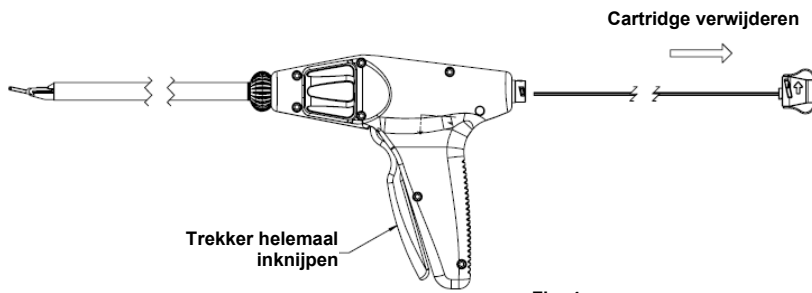

Fig. 4
1. Verwijder de disposable clipcartridge door de trekker helemaal tegen het handstuk te drukken (zie fig. 4). Als niet alle clips geplaatst zijn, wordt er een clip in de kaken geplaatst en vrijgegeven wanneer u in het handvat knijpt en de cartridge verwijderd. In dat geval dient de clip uit de kaken te worden afgevuurd op een laken of vergelijkbaar artikel zodat de verontreinigde clip niet op de grond valt, aan de kaken blijft hangen of in de schacht van het instrument belandt, waardoor het instrument vast zou kunnen lopen of een veiligheidsrisico vormt. (Deze stap is een waarschuwing voor de stappen onder 'Reiniging en sterilisatie'.) Microline is niet aansprakelijk voor schade die ontstaat als gevolg van het negeren van deze waarschuwing.)